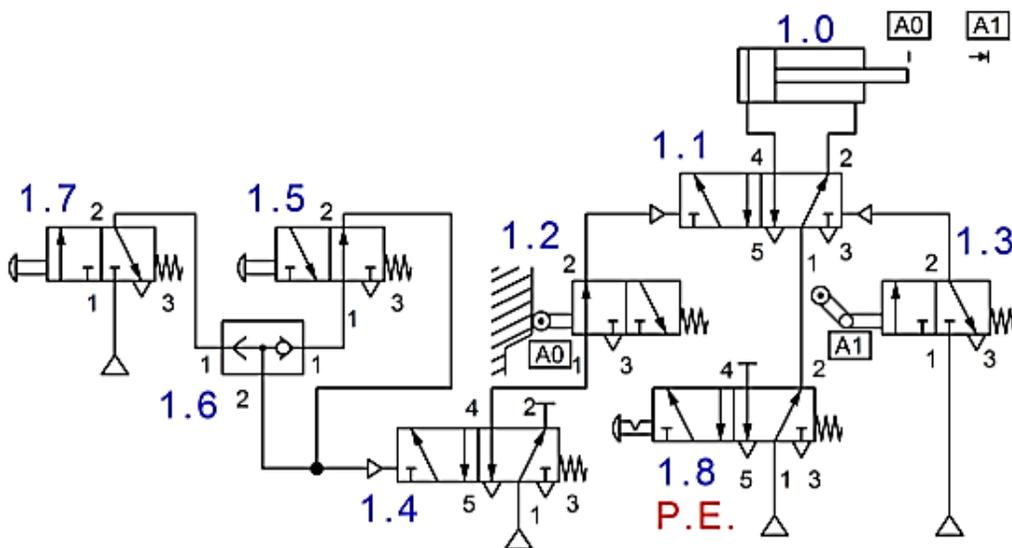

Figura 1.
a) Primeramente realizara un circuito en el que un cilindro de doble efecto realizara un ciclo, el cual será detenido con botón de paro, pero también contendrá un paro de emergencia. El cual es mostrado en la figura 1.
1. Primeramente observe el esquema de la figura 1 e identifique cada elemento que será requerido para su construcción. Coloque la unidad de mantenimiento y el distribuidor en la placa y realice las conexiones que ya se han hecho anteriormente entre ellos. Fije una presión de 6 bar en la unidad de mantenimiento.